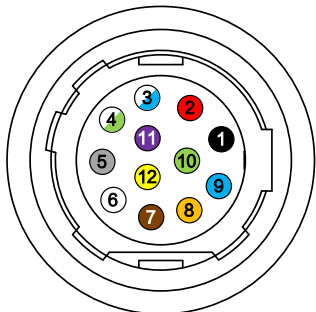

图4-5 12-pin P10 接口
- 图4-5与表4-3中所示的线芯仅为本公司销售的线缆线序以及对应的线芯颜色，若线缆不是从本公司购买，请以实际线序以及对应线芯颜色为准。